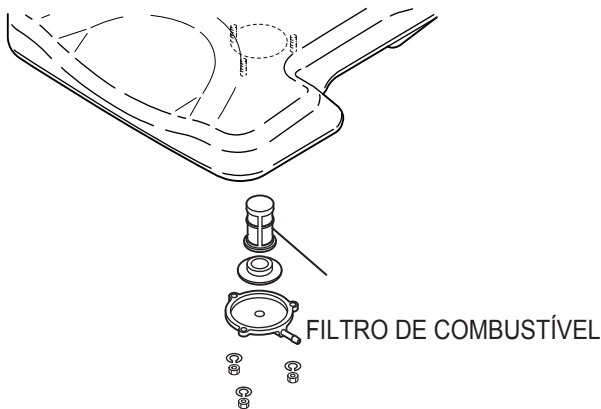

Figura 11. Filtro de combustível
- Retire a tampa do filtro de combustível e limpe o interior do tanque (Figura 11).